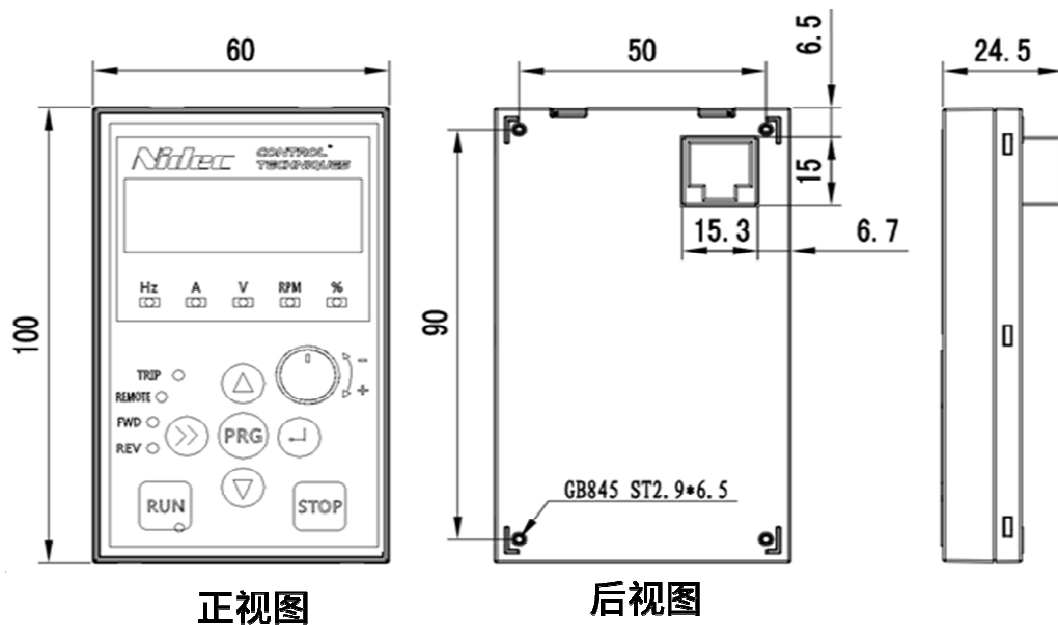
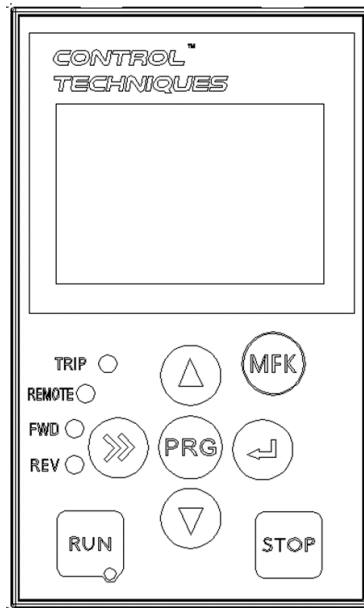

图 8-7 LED/LCD 操作面板的外形/安装尺寸
图 8-8 LCD 操作面板正视图
- LCD 和 LED 外形/安装尺寸相同，仅正视图显示区和部分按键不同具体见图 8-7 和图 8-8。